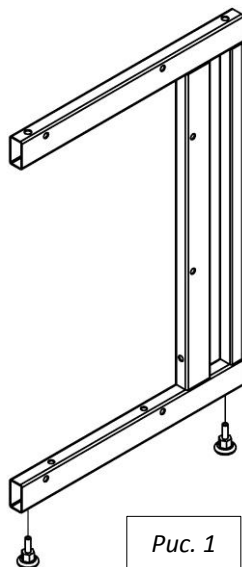

Рис. 1
1. Установите в боковины каркаса регулируемые опоры (Рис. 1)